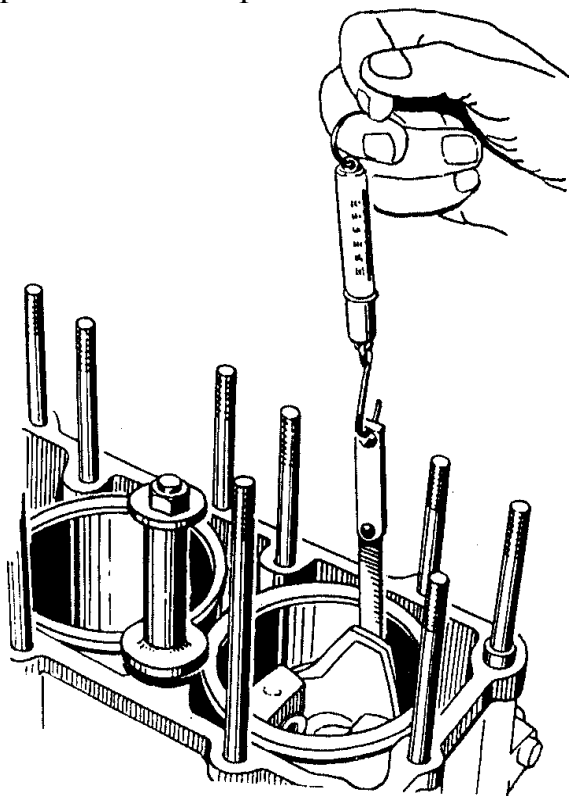

Рис.58. Подбор поршней к цилиндрам
2. Замерить усилие протягивания ленты-щупа толщиной 0,05 мм и шириной 10 мм между поршнем и гильзой, опущенного на глубину 65 мм между гильзой цилиндров и вставленным в неё в перевернутом положении поршнем (рис.58). Ленту – щуп размещать в плоскости, перпендикулярной оси поршневого пальца, т.е. по наибольшему диаметру поршня (для поршней с разрезной юбкой со стороны, противоположной разрезу). Величину усилия определять по динамометру, соединённому со щупом. Усилие при протягивании ленты-щупа должно быть 30...40 Н (3...4 кгс) для новых гильз и поршней. Для гильз и поршней бывших в употреблении усилие должно быть не менее 20 Н (2 кгс).